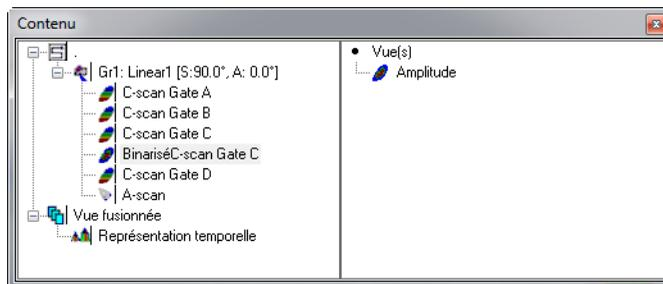
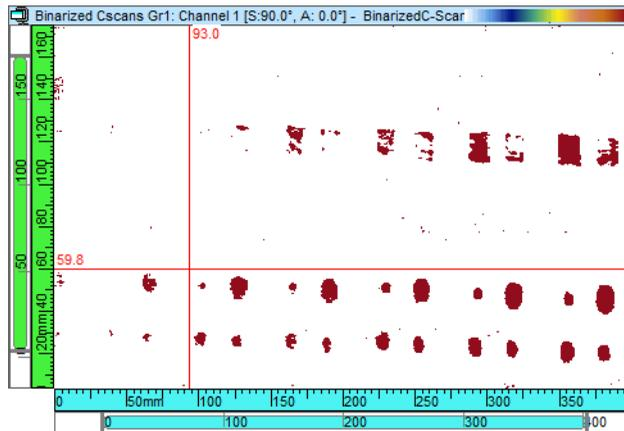

Figure 7-46 Boîte de dialogue Contenu de la binarisation
Figure 7-47 Affichage des données binarisées
8. Sélectionnez **Vue > Contenu** dans le menu et ajoutez les données du C-scan logiciel à l'affichage (voir la Figure 7-46 à la page 400 et la Figure 7-47 à la page 401).